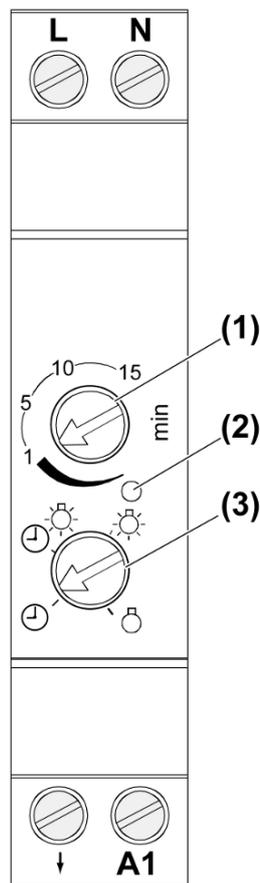

Bild 1: REG-Automat
- Nachlaufzeit einstellen. Einsteller (1) (siehe Bild 1) drehen.
- Betriebsart einstellen. Einsteller (3) (siehe Bild 1) drehen.